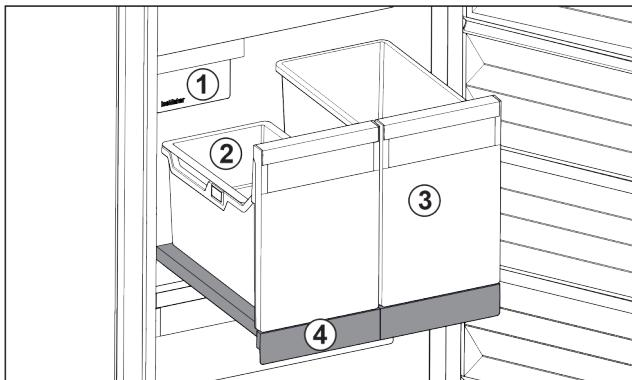

Fig. 137 Auszugsbord mit IceTower
- (1) IceMaker
- (2) Einhängeschale für Eiswürfel
- (3) Behälter für z. B. Pizza, alkoholische Getränke
- (4) Auszugsbord
Auf dem Auszugsbord sind zwei hohe Behälter (IceTower). Im Behälter Fig. 137 (2) werden Eiswürfel aus dem IceMaker gesammelt und gelagert. Behälter Fig. 137 (3) eignet sich für die Lagerung von hohen Lebensmitteln wie Pizzen oder alkoholischen Getränken.